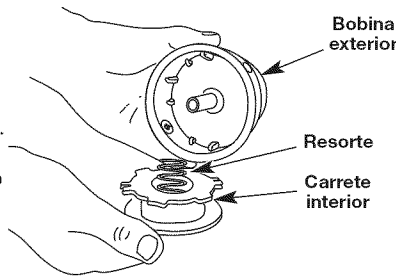

Fig. 14
2. Saque el carrete interior de la bobina exterior (Fig. 14).
3. Saque el resorte del carrete interior (Fig. 14).
2. Saque el carrete interior viejo de la bobina exterior (Fig. 14).
3. Saque el resorte del carrete interior viejo (Fig. 14).